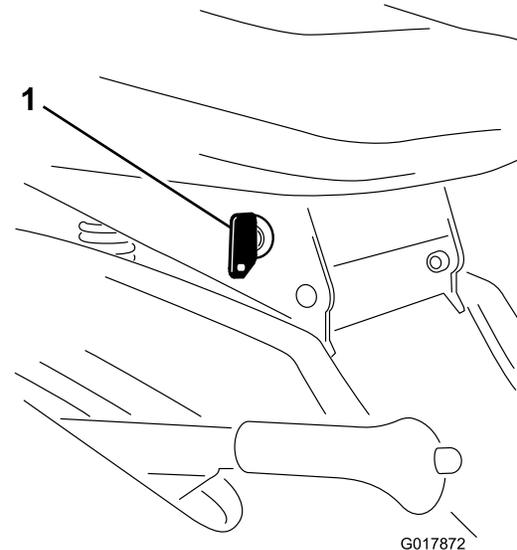

Bild 11
Wenn Sie im Rückwärtsgang die Messer (ZWA) benötigen, können Sie diesen Sicherheitsschalter mit dem KeyChoice-Schalter, der sich in der Nähe der Sitzhalterung befindet, deaktivieren (Bild 11).
2. Stecken Sie den KeyChoice – Schlüssel in das Zündschloss (Bild 11).